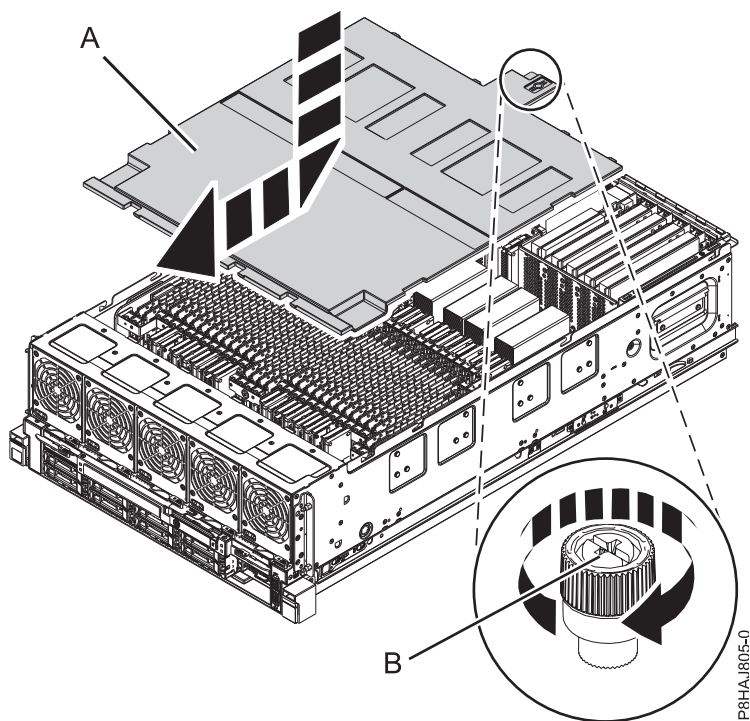

Figura 32. Substitució de la coberta de seguretat
2. Empenyeu la coberta de seguretat (A) cap al xassís.
3. Colleu el cargol de mà (B) fent-lo girar en la direcció que es mostra a la Figura 32 a la pàgina 54 per fixar la coberta de seguretat al xassís.